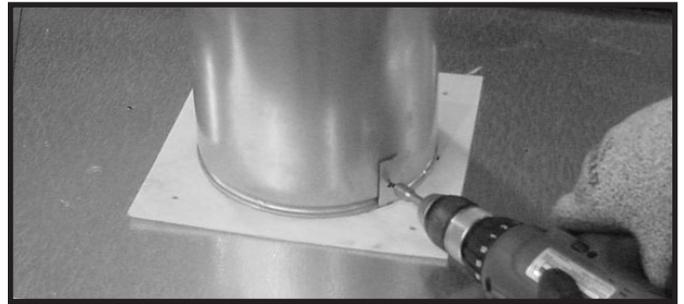

Figure 6.3 Joint d'étanchéité en place (foyer générique illustré)
2. Localisez le joint en fibre de verre dans le sac du manuel. Fixez le joint à l'enveloppe extérieure à l'aide de deux vis autotaraudeuses. Cela crée une étanchéité entre le premier composant et l'enveloppe extérieure du foyer. La figure 6.3 montre le joint en place.